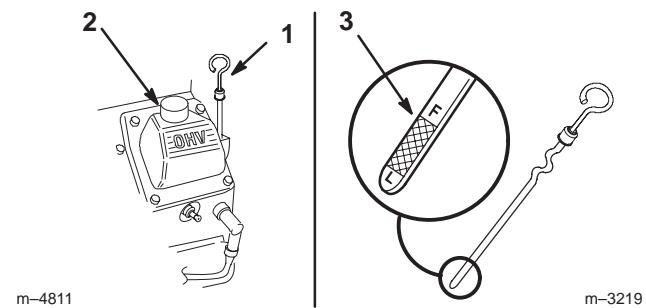

Figure 37
2. Nettoyez la surface autour de la jauge d'huile (Fig. 37) pour éviter que des impuretés ne s'introduisent dans le goulot de remplissage, ce qui risquerait d'endommager le moteur.
3. Sortez la jauge d'huile et essuyez soigneusement l'extrémité métallique (Fig. 37).
4. Enfoncez la jauge complètement dans le goulot de remplissage. Sortez de nouveau la jauge et examinez l'extrémité métallique (Fig. 37). Si le niveau est bas, versez lentement une quantité d'huile suffisante dans le goulot de remplissage pour amener le niveau au repère du plein (FULL).
5. Versez lentement environ 80% de la quantité d'huile spécifiée dans le goulot de remplissage (Fig. 37) (voir Changement de l'huile moteur et du filtre, page 34).